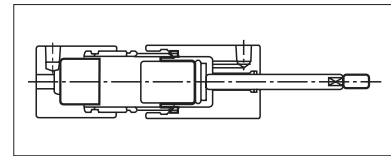

Fig.27
- ⑦ a) ⑤まで組み立てが終わったAss'y品のシリンダ部をボンネットRとBFダイヤフラムRの環状U山外周部を環状すき間に挿入し、BFダイヤフラムRのビード部に当たるまでゆっくり、かつ滑らす様に押し込む。その際、配管孔の位置を確認する。
b) ロッドをゆっくり押し込む。(Fig.27)